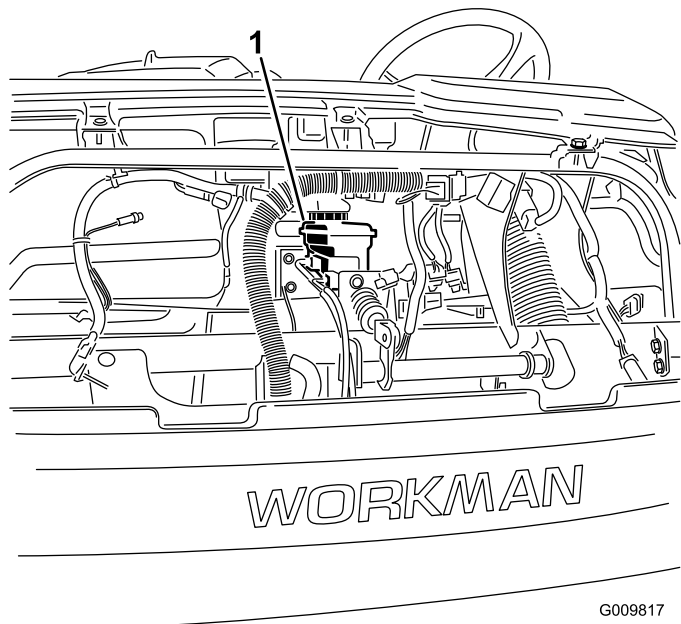

Figura 56
4. Eleve el capó para acceder al cilindro del freno principal y al depósito (Figura 56).